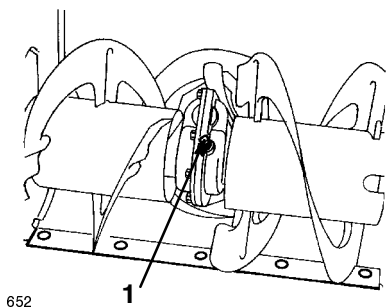

Figure 21
- Nettoyez les abords de l'obturateur de tuyau (Fig. 21).
- Retirez l'obturateur de tuyau de la boîte d'engrenages (Fig. 21).